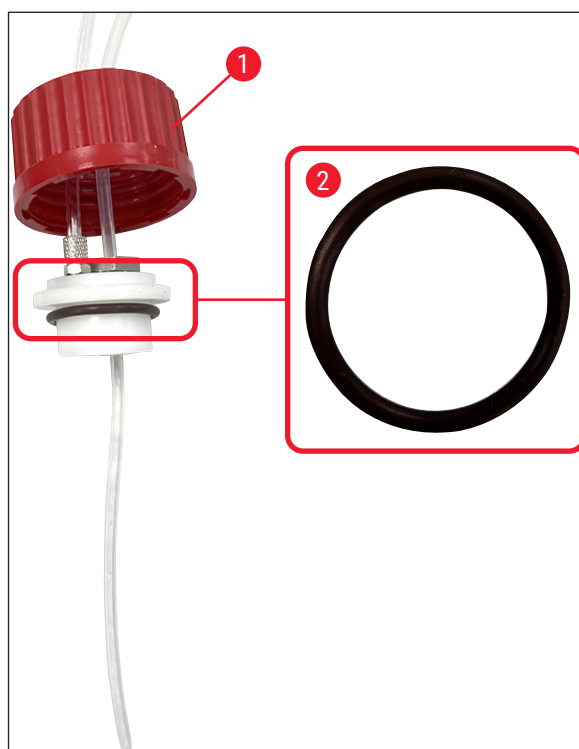

Fig. 32
4. Reintroduceți grupul dozator de produse uscate și curate (→ Fig. 32).